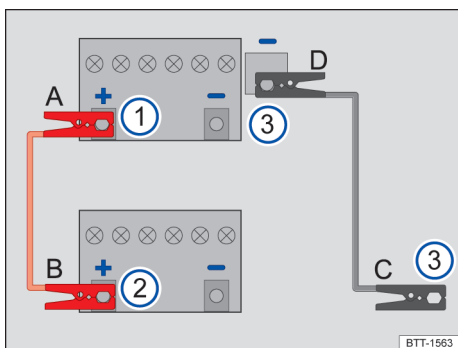

图 131 应急启动 - 电缆连接示意图
→ 图 131 的图例：
仅按照顺序 A - B - C - D 连接应急启动电缆 → 图 131。
- 将红色应急启动电缆的一端连接到 12V 汽车蓄电池 → 图 131 ① 电量耗尽的车辆的正极（+）上 → ▲。
- 将红色应急启动电缆的另一端连接到供电车辆 → 图 131 ② 的正极（+）上。
- 将黑色应急启动电缆的一端连接到应急启动接点（接地端） → 图 131 ③ 上。
- 将黑色应急启动电缆的另一端连接到 12V 蓄电池电量耗尽的车辆 → 图 131 ③ 上。→ ▲
- 仅按照顺序 D - C - B - A 断开启动辅助电缆 → 图 131。